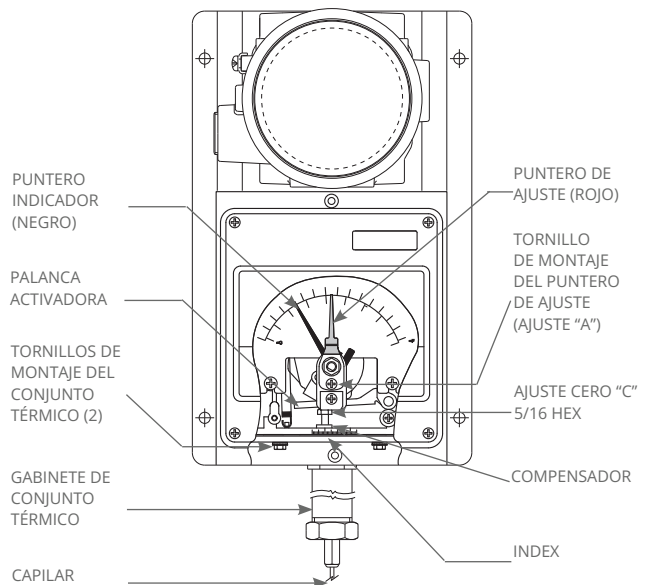

Figura 5: Indicando las partes internas del gabinete
- 4 Afloje el tornillo de montaje del puntero de ajuste "A" y mueva el puntero de ajuste (rojo) hasta que se alinee con el puntero indicador (negro) (vea la Figura 5). Cuando el interruptor haga clic, vuelva a apretar el tornillo.
- 4 Mueva el puntero de ajuste (rojo) hacia arriba de la escala más allá del puntero indicador (negro), accionando ambos interruptores, moviendo la palanca de accionamiento hacia arriba con un dedo o una herramienta, simulando el movimiento del conjunto térmico (consulte la Figura 5). Tenga en cuenta el funcionamiento del interruptor en las luces de prueba.
- 6 Para alinear el puntero de ajuste del interruptor #1 (rojo) con el puntero indicador (negro), afloje el tornillo de montaje del puntero de ajuste "A" y alinee el puntero de ajuste (rojo) con el puntero indicador (negro), luego vuelva a apretar el tornillo. "A" (ver Figura 5).
- 3 Corrija cualquier diferencia entre el puntero indicador (negro) y el termómetro de prueba sujetando el compensador con una llave de 5/16" mientras gira el ajuste de cero "C" en el conjunto térmico con una segunda llave de 5/16" (vea la Figura 5) hasta que el puntero indicador (negro) lea el mismo valor que el termómetro de prueba. Girar el ajuste de cero "C" en sentido horario reduce la lectura indicada.